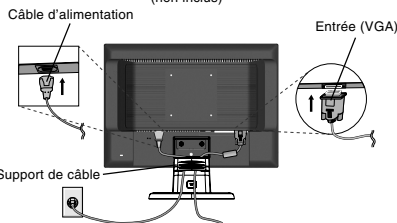

Figure B.1
3. Connectez une extrémité du cordon d'alimentation au moniteur et l'autre à la prise de courant. Utilisez le support de câble pour regrouper le câble de signal vidéo et le câble d'alimentation (Figure B.1).
4. Pour fixer le support de câble : Fixez le support de câble au socle. Insérez les crochets du support de câble dans les orifices au dos du support et faites ensuite coulisser le support de câble vers le bas pour le fixer (Figure B.1).